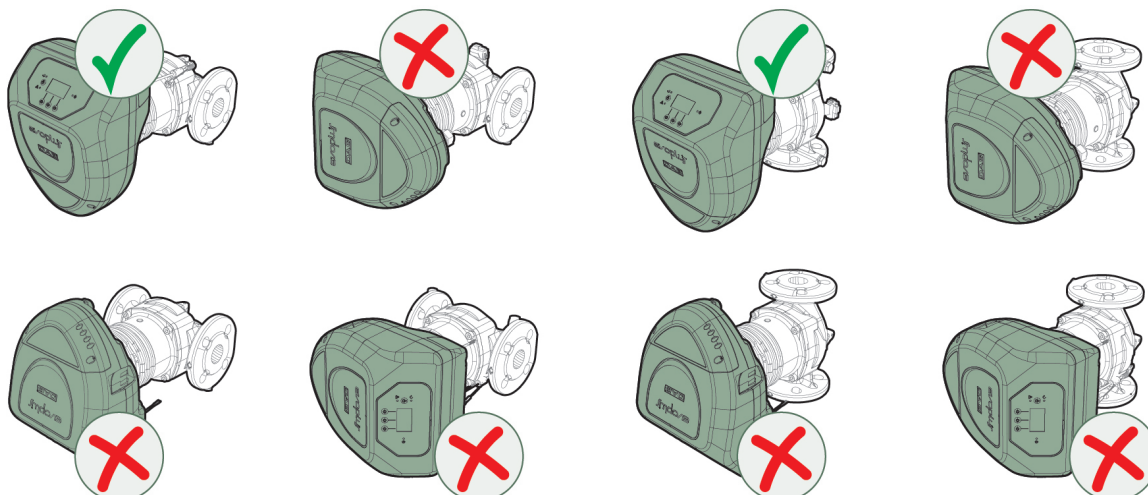

Figura 5
Se puede girar la interfaz de usuario a posiciones distintas de la estándar; consulte la Figura 5
- si la temperatura ambiente es superior a la temperatura del líquido, existe riesgo de formación de condensado. Este condensado debe y puede evacuarse a través de, como mínimo, **uno de los tres orificios** de drenaje situados en el cuerpo del motor; consulte la Figura 5